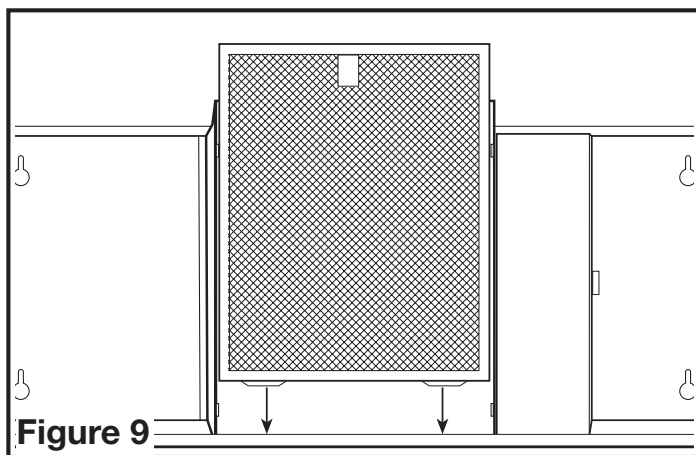

Figure 9
1. Installer les filtres en ajustant le filtre dans le canal de la hotte et en le glissant vers l'arrière jusqu'à ce qu'il soit arrêté contre l'arrière de la hotte (Figure 9).